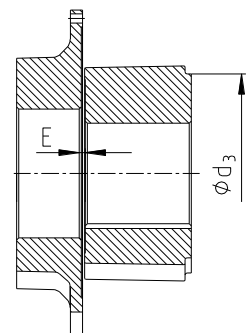

Bild 5
Bei der Montage der Nabe (Bauteil 2) ist darauf zu achten, dass die Nabenseite mit dem Absatz (d_3 -Maß) zuerst aufgeschoben wird (siehe Bild 5).
- Verschieben Sie das Aggregat mit der Flanschnabe in axiale Richtung, bis das E-Maß erreicht ist (siehe Bild 5, Tabelle 1).
- Wenn die Aggregate bereits fest montiert sind, ist durch axiales Verschieben der Kupplungsnaben auf den Wellen das E-Maß einzustellen (siehe Bild 5, Tabelle 1).